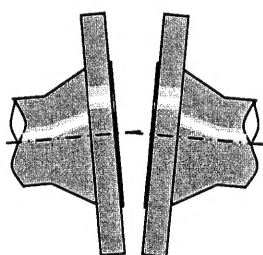

図3 平行度が悪い
- ・ 相対するフランジの平行度が出ていると片締めの原因となりますので、正しい位置に補正して下さい。（図3参照）